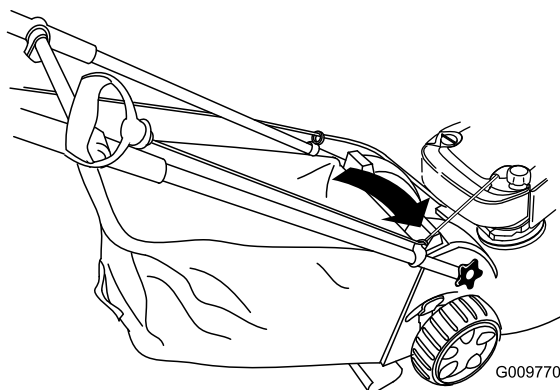

Рисунок 30
1. Проложите трос стартера вокруг нижней направляющей троса (Рисунок 30).